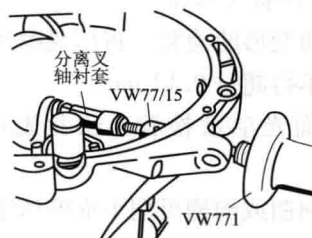

图 1-6 用内拉头拉出分离叉轴衬套(A 部件)
③用内拉头拉出分离轴承,如图 1-6 所示。
④拆下分离轴承的分离套筒、橡胶防尘套和回位弹簧,如图 1-6 所示。
⑤用尖嘴钳取出卡簧及衬套座,并取出分离叉轴。